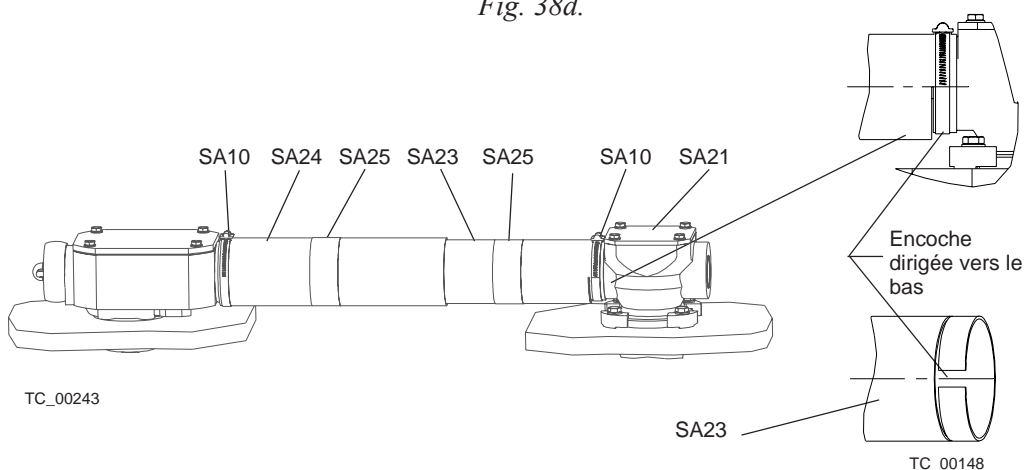

Fig. 38e.
8. Introduire les deux tubes protecteurs sur les engrenages coniques; les fixer à l'aide de colliers de serrage SA10 (voir fig. 38e).